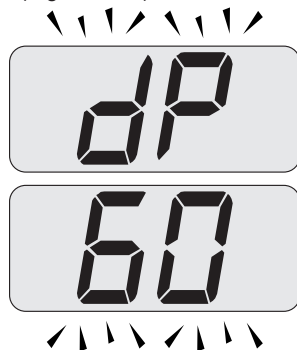

Figura 9.24
- Premendo ulteriormente il tasto 17 è possibile variare nuovamente la potenza in modalità spazzacamino: con visualizzazione sul display LCD delle lettere **dP** che si alternano con il valore di temperatura dell'acqua di riscaldamento (es.60), siamo "funzione spazzacamino" alla potenza massima in sanitario" (Figura 9.24);